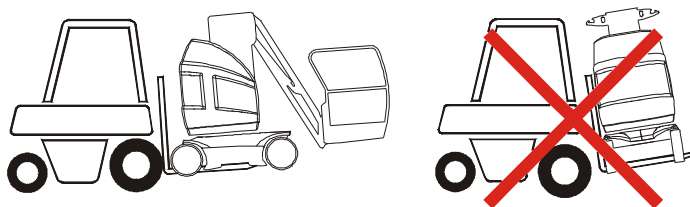

Рис. 3-23. Подъем машины с применением вилочного погрузчика
- Вилочный захват как показано на Рис. 3-23.